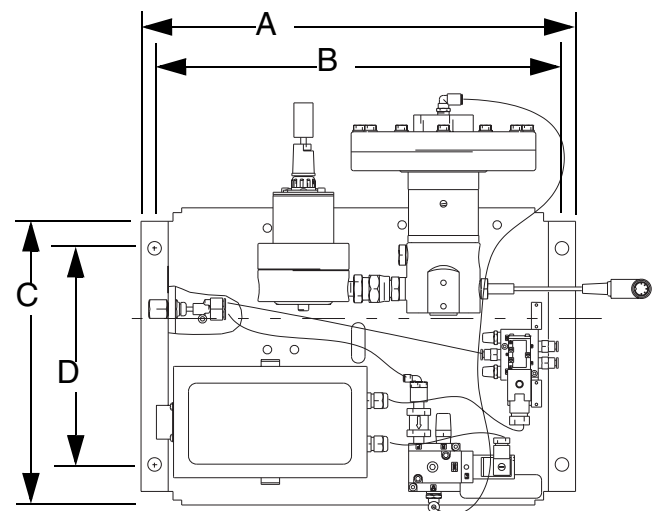

FIG. 8
2. Individuare ed assicurare il dispositivo di misurazione del fluido PrecisionFlo LT all'unità di automazione (o ad un'altra superficie di montaggio) con bulloni della dimensione appropriata tramite fori del diametro di 0,42" (10,7 mm) nella piastra di base. Vedere le dimensioni di montaggio in **Tabella 1 - Misure, pollici (mm)** e FIG. 8.